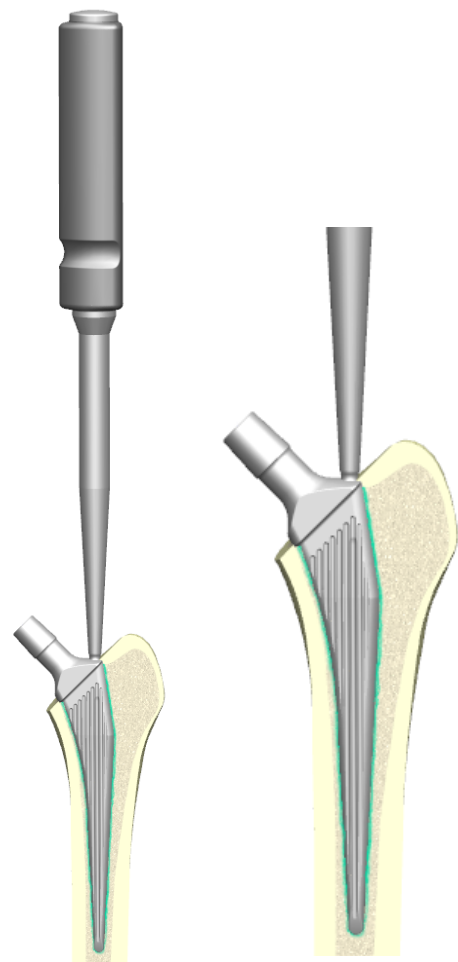

Abbildung 9: Implantation des Schaftes
- Unmittelbar nach Injektion des Zementes die Prothese mittels Schaftschläger bis zur Auflage des Kragens auf die Resektionsebene in das Implantatbett einbringen (Abbildung 9).